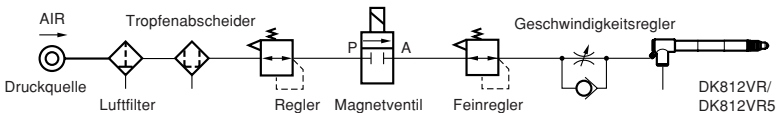

Abb. 1 Druckluftsystem
- Um den Fühler durch die Lufteinlassöffnung zu betätigen, verwenden Sie einen Druckluftkreis mit der in Abb. 1 gezeigten Konfiguration, um Luftantrieb zu ermöglichen. Der geeignete Luftdruck beträgt ca. $0,025 \pm 0,01$ MPa. Verwenden Sie einen Feinregler (z.B. IR2010 von SMC oder Entsprechung) zur Regulierung des Luftdrucks.
- Falls die Spindelausrückgeschwindigkeit zu hoch ist, kann bei Berührung des Werkstücks ein Fehler auf dem Display angezeigt werden. Verwenden Sie in diesem Fall einen Durchflussmengenregler, wie in Abb. 1 gezeigt, um die Spindelgeschwindigkeit einzustellen.